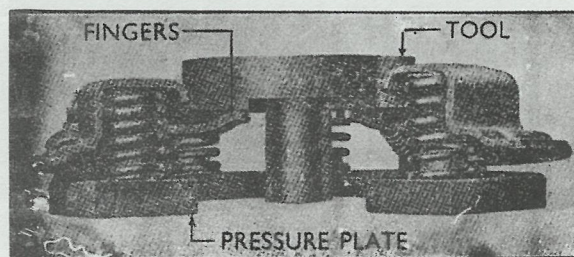

Fig 8 - Lære og koblingstrykplade
- (b) Anbring læren som vist på fig 8 og med udløserfingrenes spidser hvilende i de rette segmenter.
Overættelse af teksten i fig 8